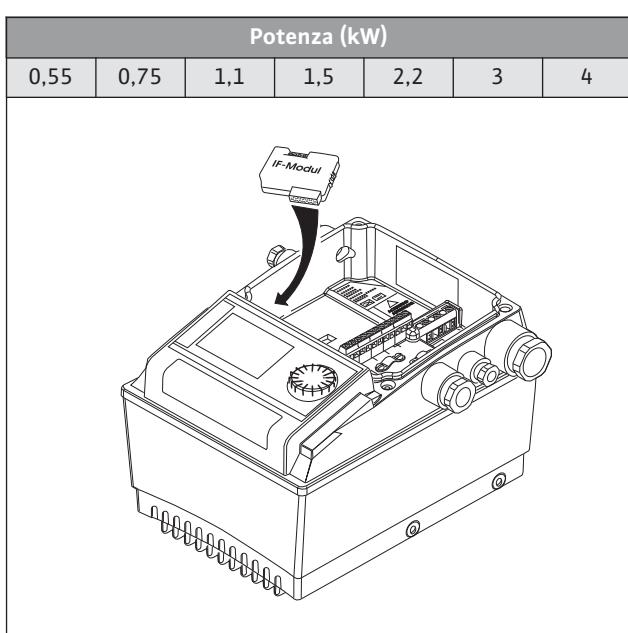

FIG. 2, 3
- Per facilitare lo smontaggio delle pompe pesanti, applicare sopra la pompa un gancio di sollevamento (Fig. 2, pos. 12).